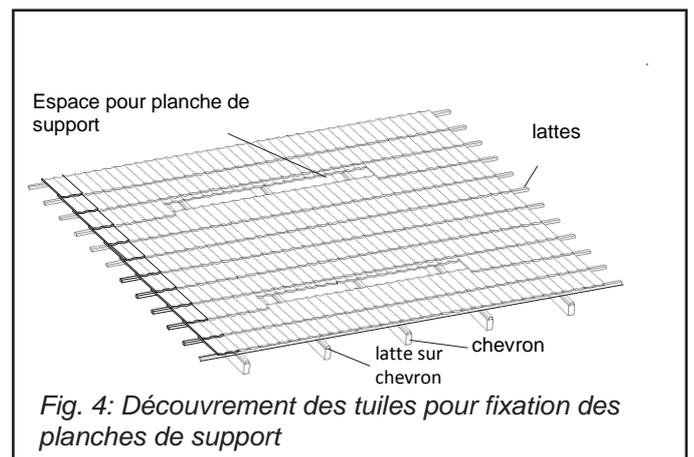

Fig. 4: Découverte des tuiles pour fixation des planches de support
- Découvrir la toiture afin de pouvoir installer les planches de support (distance approximative des planches 1600 - 1800 mm). Dans le cas de tuiles il suffit de les enlever sur la longueur des planches (voir Fig. 4).